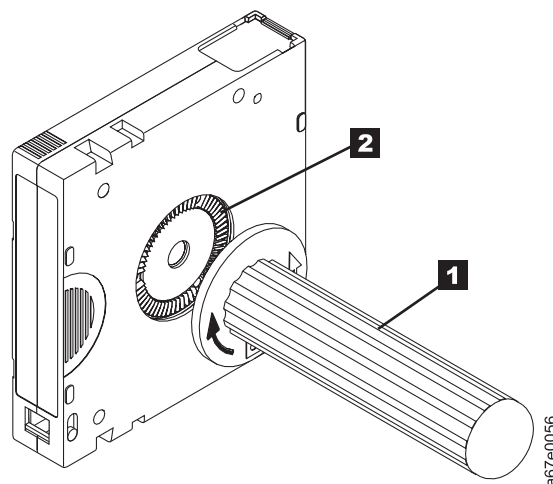

Figura 8-10. Rebobinado de la cinta en el cartucho
5. Para rebobinar la cinta, inserte la herramienta de rebobinado manual de cartuchos (**1** de la Figura 8-10) en el eje del cartucho (**2** de la Figura 8-10) y gírela en la dirección de las agujas del reloj hasta que la cinta quede tensada.